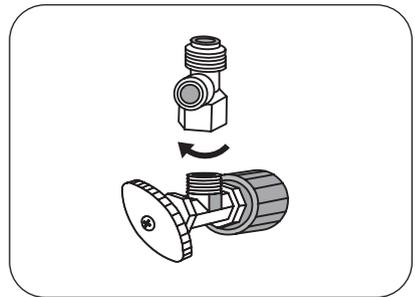

Fig. 12
3. Colocar el conector de alimentación de agua, en la salida de la válvula angular. (Ver Fig. 12).